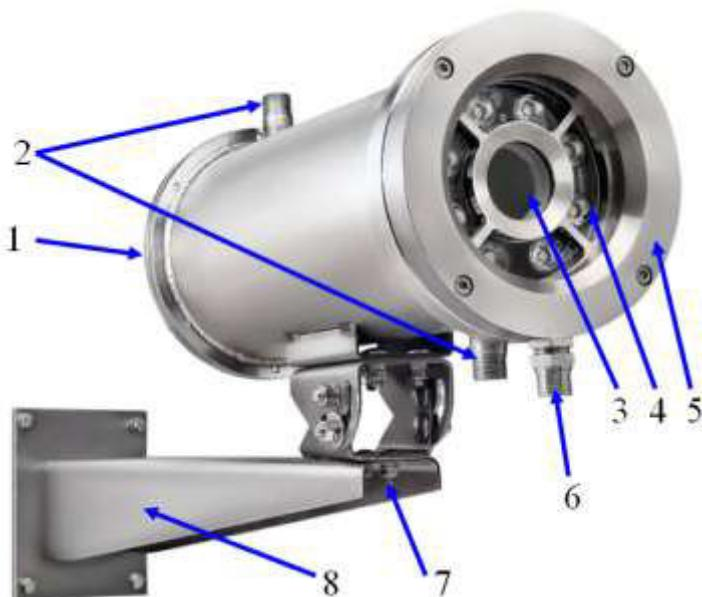

Рисунок 3 – Внешний вид термокожуха
Охлаждение внутреннего пространства термокожуха реализовано по принципу «водяной рубашки», применяемой в системе охлаждения автомобильных двигателей. Роль охлаждающей жидкости выполняет вода. Полая наружная оболочка кожуха имеет 2 штуцера для подключения к водянной магистрали (2), рис. 3. В нижний штуцер оболочки подается под давлением холодная вода. Протекая по полости наружной оболочки термокожуха вода отбирает избыточное тепло и уносит его через верхний штуцер оболочки кожуха. Выход нагретой воды через верхний штуцер обеспечивает гарантированное заполнение всего объема.
- Открутить винт крепления крепежно-юстировочного устройства (7) и отсоединить от него термокожух, рис. 3;
- Определить место установки и закрепить крепежно-юстировочное устройство (8) к рабочей поверхности, рис. 3;
- Установить термокожух на крепежно-юстировочное устройство (8) и зафиксировать при помощи винтов (7), рис. 3;